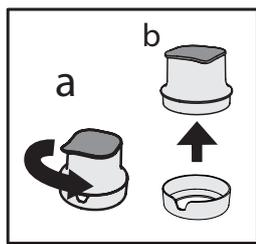

Fig. 5
- Rimuovere l'imbuto dalla scatola del filtro ruotandolo in senso antiorario (Fig 5. a-b).